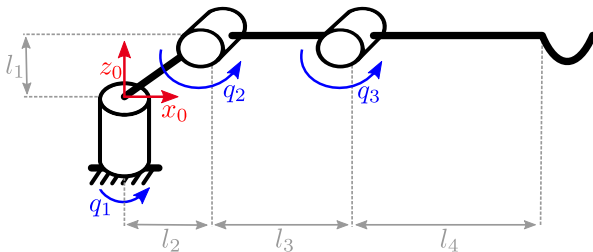

Abbildung 2: Modell des Baggers
Den in Abbildung 2 dargestellten Roboter kannst du dich als Modell eines Baggers vorstellen: Das erste Gelenk stellt die horizontal drehbare Basis des Fahrzeugs dar, an dem in einem Abstand der jeweils vertikal drehbare Ausleger und Löffelstiel angebracht sind.
- e) Überlege und beschreibe anhand der Robotergeometrie (Abbildung 2), wie du die Gelenke einstellen müsstest, um die Endeffektorposition